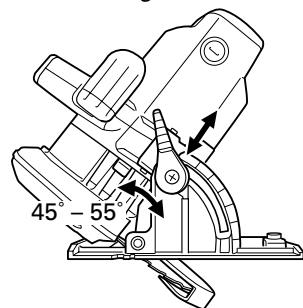

Fig. 12
Si l'on utilise un angle d'inclinaison de plus de  $45^\circ$ , comme indiqué sur la Fig. 12, déplacer le levier (A) vers l'intérieur, et la lame de scie pourra être inclinée à un angle maximum de  $55^\circ$  par rapport au socle.